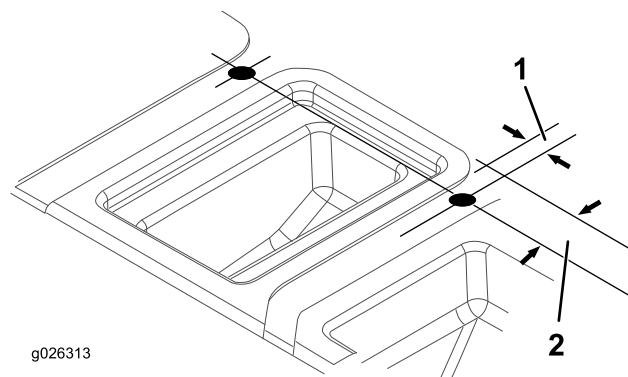

Figura 10
5. Servendovi delle dimensioni illustrate in Figura 10, individuate, contrassegnate e praticate 2 fori (2,54 cm) nella parte superiore della base del sedile. Individuate un foro su ciascun lato del comparto centrale.